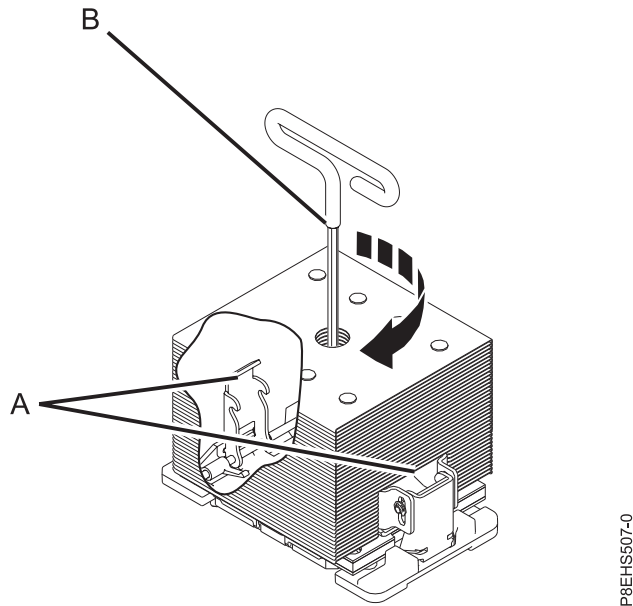

Figure 111. Serrage de la vis de chargement centrale sur le dissipateur thermique
- a. Vérifiez que les bras de chargement du dissipateur thermique sont engagés comme indiqué par le repère **(A)** figure 111, à la page 109.
- b. Tournez la vis de chargement centrale dans le sens des aiguilles d'une montre à l'aide de la clé hexagonale fournie (repère **(B)** figure 111, à la page 109) et serrez-la fermement. Si le dissipateur thermique bouge de manière perceptible, cela signifie que les bras de chargement ne sont pas engagés. Desserrez la vis de chargement centrale et répétez cette étape.